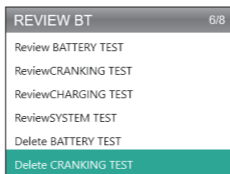

Figura 5.1.4
4. Selezionare Revisione BT e premere [OK]. Sullo schermo appaiono otto opzioni (vedere la Figura 5.1.4), tra cui la revisione dei test della batteria, dei test di avviamento, dei test di carica e dei risultati dei test del sistema.